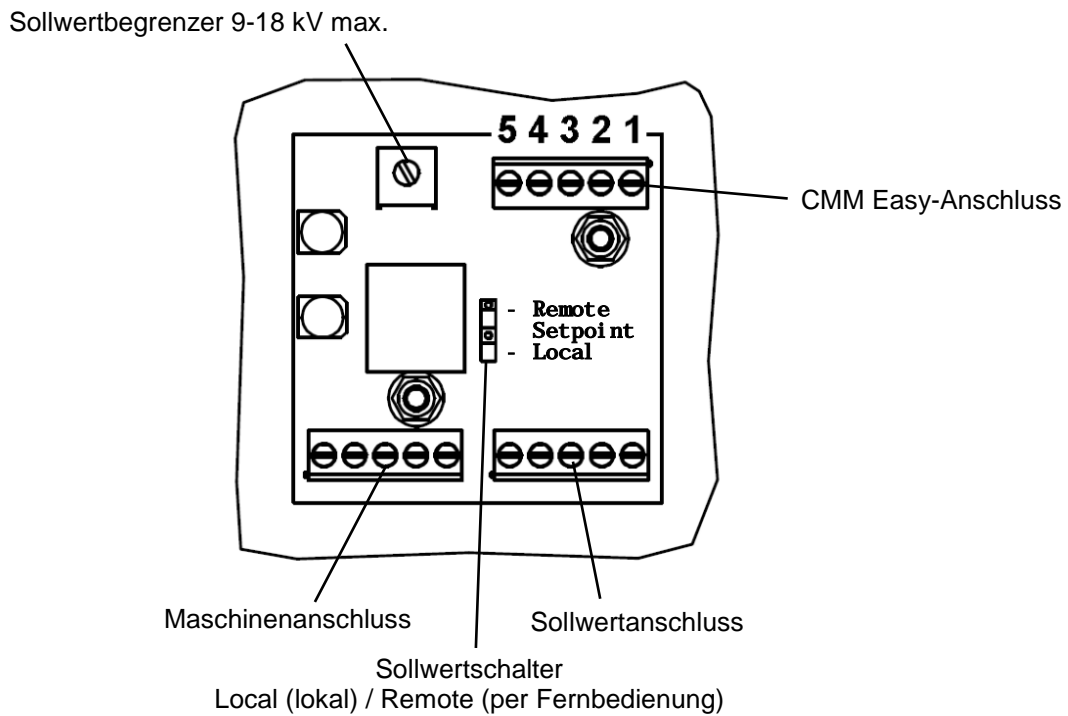

Abbildung 5, Rückseite des External Control Kits CMM Easy
- Verbinden Sie das Anschlusskabel des Generators mit dem CMM Easy-Anschluss des Control Kits. Siehe Abbildung 5.